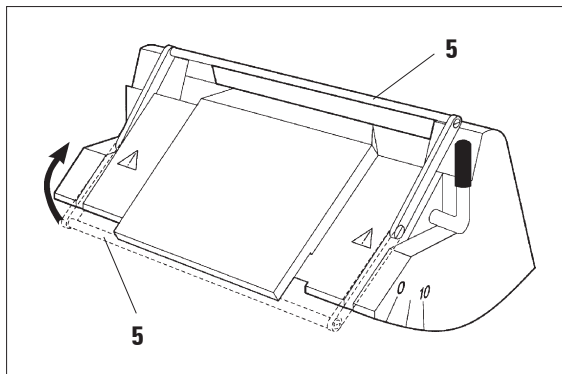

Fig. 4
Para cubrir el filo, girar el asa de protección (5) hacia arriba (vea Fig. 4).